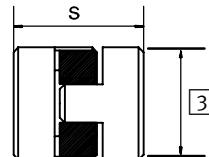

Bild 15
2. Platzieren Sie die Zentrierscheibe (B) in der Zentrierversenkung (A) (nur bei DGE-...-ZR).
3. Montieren Sie die Verbindungselemente Kupplungsnabe (D), Zahnkranz (E) und Kupplungsnabe (F) unter Einhaltung des Maßes s (nur bei DGE-25/40/63-KF; siehe Bild 15 und 16).